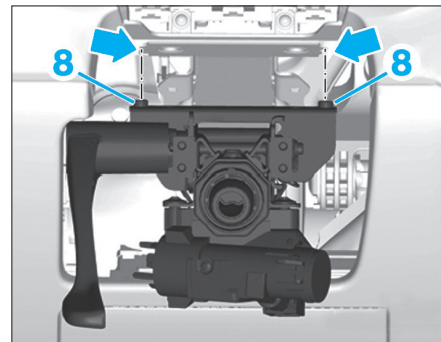

FIG. 13
- Veiller, lors du placage de la partie supérieure de la colonne de direction, à ce que les ergots (8) coïncident avec les trous de la traverse de planche de bord (Fig.13).